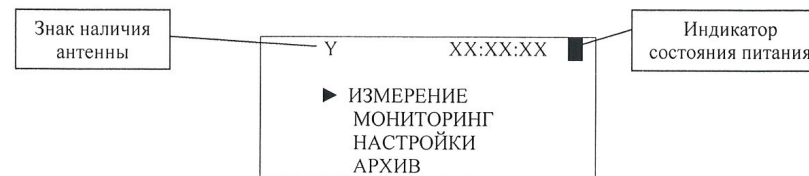

Рисунок 2
На ЖК-индикаторе БИ на странице «Главного меню» (рисунок 2) выбрать «Измерение» нажать кнопку «Ввод». Наблюдать на ЖК-индикаторе:
- затем, через 1 – 2 секунды, отображение страницы «Главного меню» (рисунок 2).
– после подсоединения антенны АМ1 (или АЭ1, или АЭ2) и включения измерителя ПЗ-90 наблюдали на ЖК-индикаторе последовательно наблюдали рисунок 1, рисунок 2, а после выбора пункта меню «Измерение» рисунок 3 (или рисунок 4, или рисунок 5);